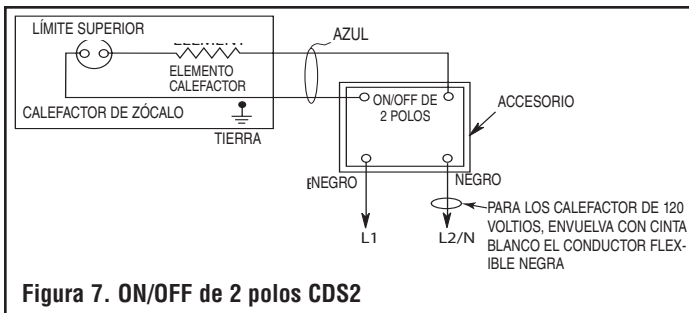

Figura 7. ON/OFF de 2 polos CDS2
6. Conecte el conexionado al accesorio utilizando el diagrama de conexiones apropiado. Vea la Figura 7.
| CDS2    | ON/OFF de 2 polos                                      | 20 A @ 120-277 V c.a.                     | Vea la Figura 7         |